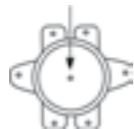

Рис. 12
- для горизонтальных водонагревателей серии FSL2/FSP2: нажать до щелчка кнопку, расположенную по центру термовыключателя, который находится рядом с ТЭНом (имеет круглую форму), рис. 12;